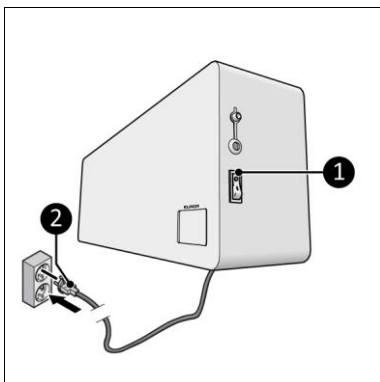

Figura 10
1. Asigurați-vă că întrerupătorul ON/OFF (PORNIT/OPRIT) se află în poziția OFF (OPRIT) (Figura 10, poz. 1).
2. Introduceți ștecherul (Figura 10, poz. 2) într-o priză cu împământare, care este ușor accesibilă. Utilizați o priză de perete cu împământare, cu puterea minimă de 2.000 W.